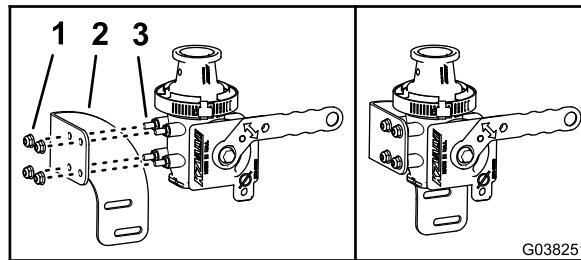

图59
- 如 图59 中所示将清洁加药器切断阀支架中的软管与清洁加药器切断阀的螺栓对齐。
- 使用 4 个凸缘锁紧螺栓 $\frac{1}{4}$ 英寸将阀支架安装到阀门上 图59。